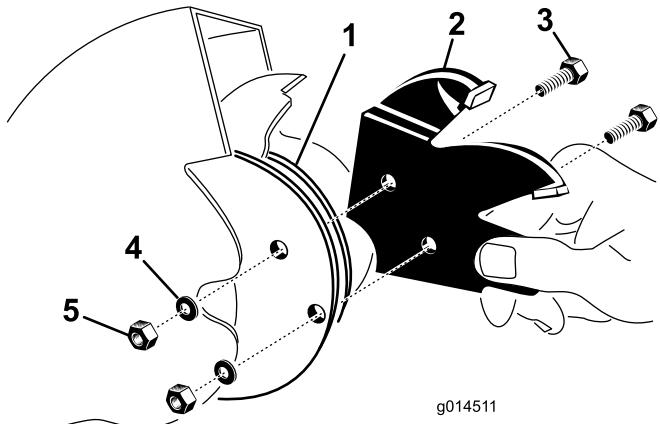

Figura 20
4. Introduzca la sección de la cuchilla entre las bridas de montaje de la cuchilla (Figura 20) y sujetela con 2 pernos, arandelas de freno y tuercas.
2. Retire los dos pernos que sujetan cada sección de cuchilla. Tenga cuidado de que al aflojarse, las secciones no puedan caerse y romperse (Figura 20).